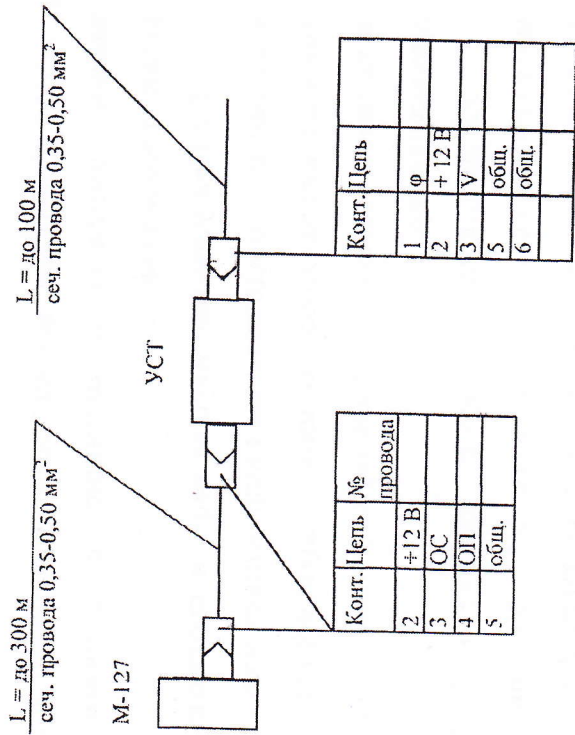

Рисунок 1 – Схема соединения устройства с датчиком
5.3 Датчик M-127 получает питание от УСТ через контакты 2 (+12В) и 5 (-12В) вилки УСТ. УСТ питается от внешнего источника питания через контакты 2 (+12В) и 5 (-12В) розетки, а сигналы снимаются через контакты 1 (направление) и 3 (скорость). В датчике M-127 общая шина подключена к контакту 5. В УСТ общая шина подключена к контактам 5 и 6 розетки, контакт 4 не используется. Схема соединения устройства с датчиком приведена на рис. 1.